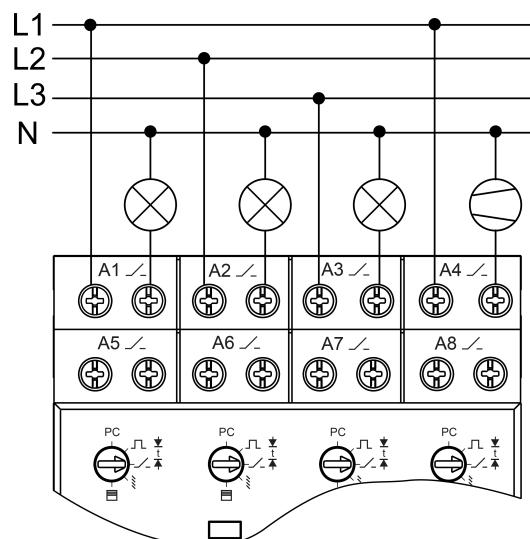

Bild 4: Anslutningsexempel kopplingsslaster A1...A4
- Anslut laster enligt anslutningsexemplet kopplingsslaster (bild 4).